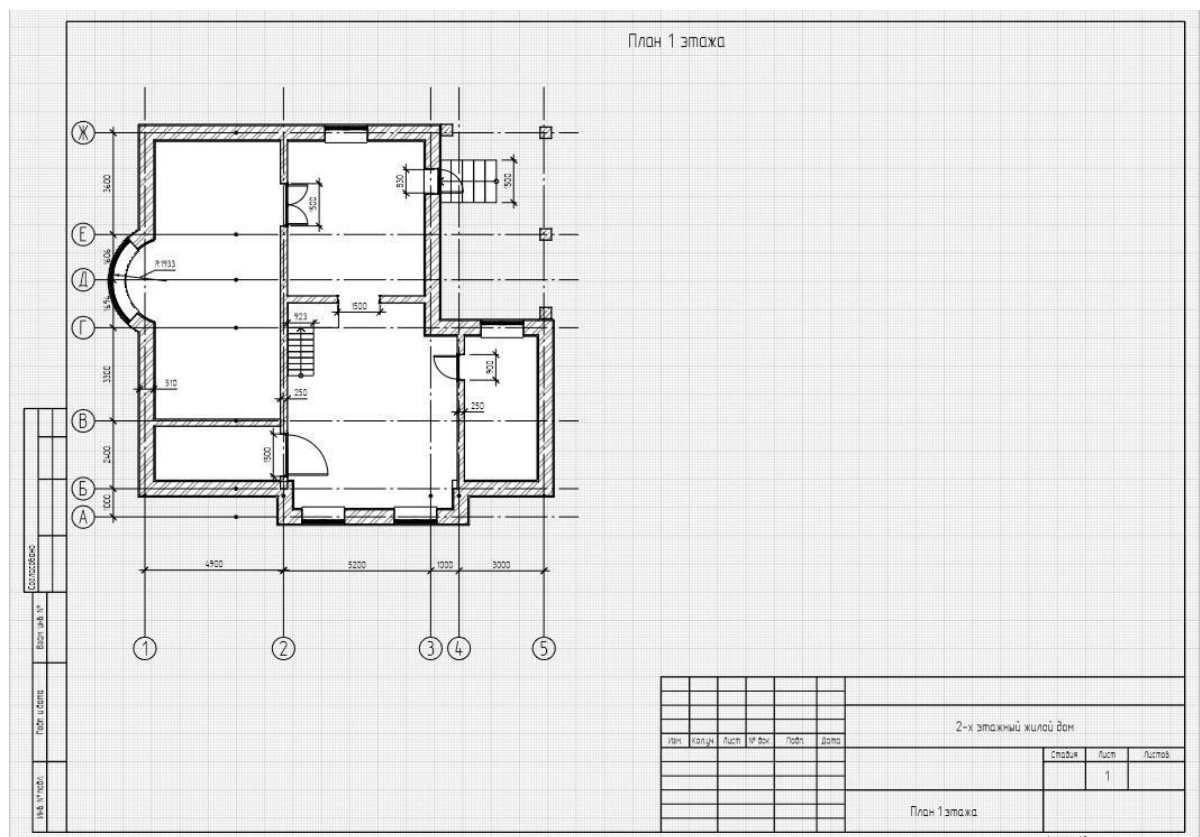

Рис. 13 Постановка размеров на чертеже
4. Проставим необходимые размеры на чертеже (рис. 13)